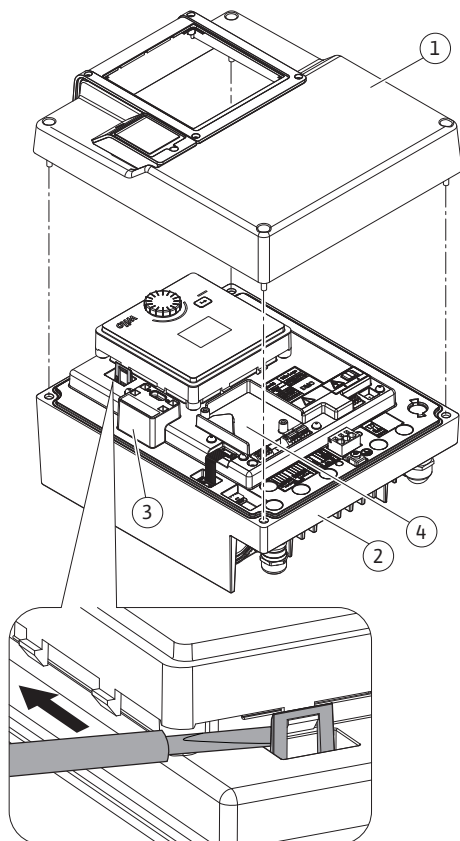

Fig. 26: Elektronicamodule
CIF-modules (toebehoren) zijn bestemd voor de communicatie tussen pompen en gebouwbeheersystemen. CIF-modules worden in de elektronicamodule geplaatst (Fig. 26, pos. 4).